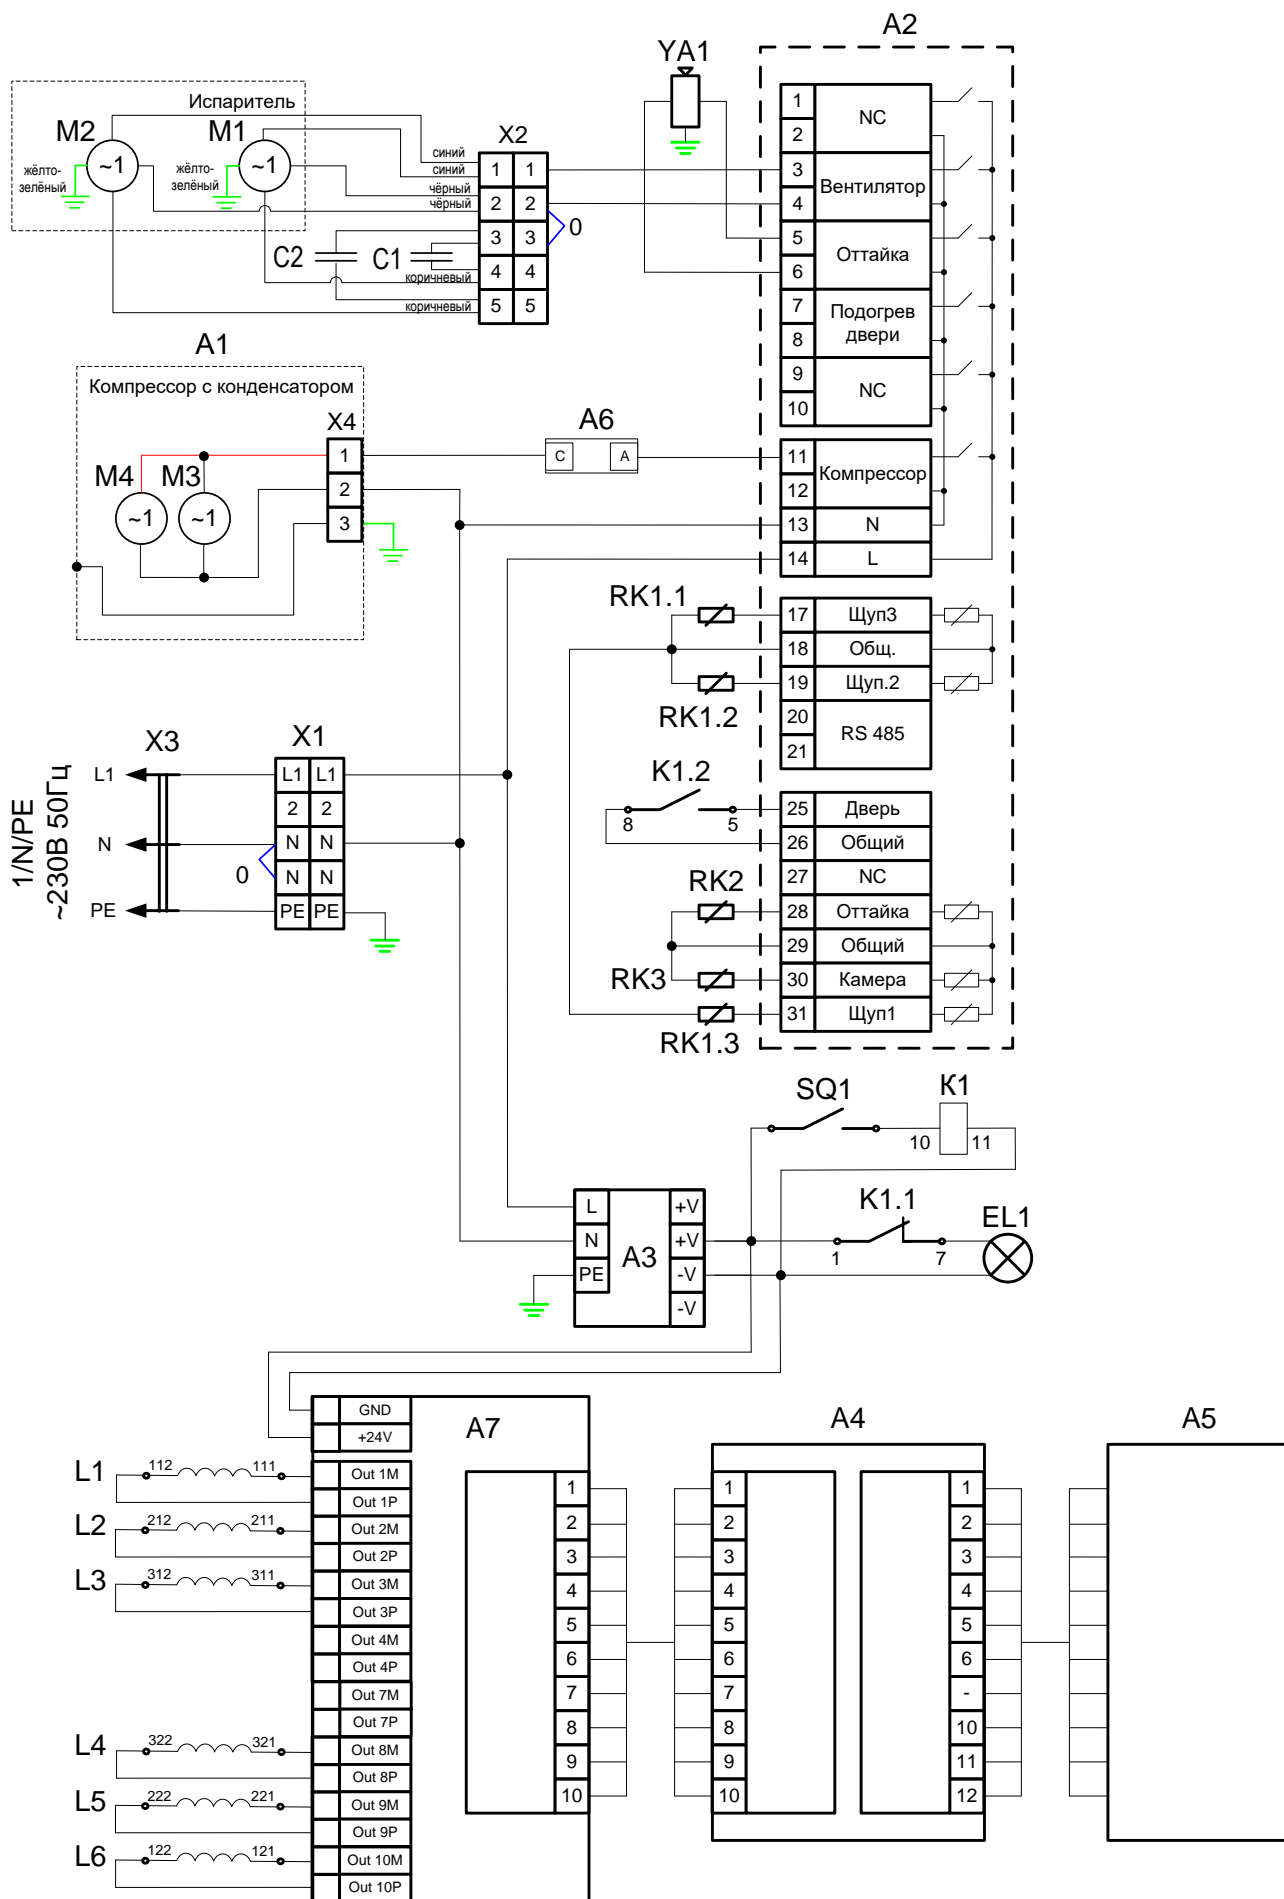

Рис.7 Принципиальная электрическая схема
- установите новый шнур питания, аналогичный штатному шнуру питания (см. Раздел 6 Руководства) в соответствии со схемой на рис.7.